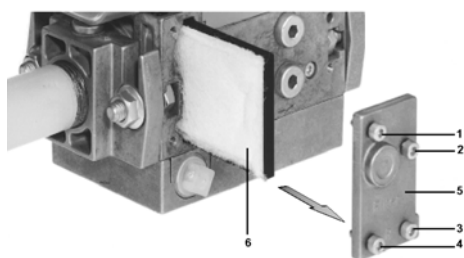

Fig. 21
- 2 Îndepărtați suruburile 1 ÷ 4 utilizând o cheie Allen n. 3 (imbus) și îndepărtați capacul filtrului 5 ca în Fig. 21.